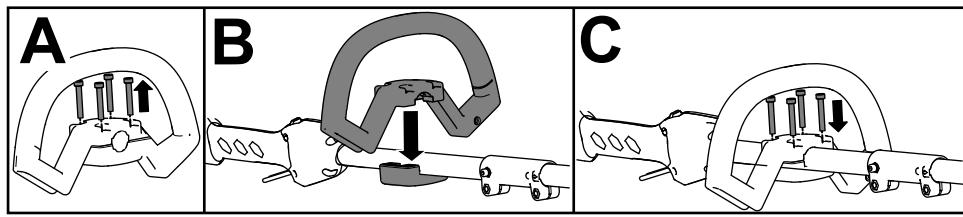

Figure 4
1. Séparez la poignée auxiliaire du support en retirant les 4 vis (A de la Figure 4).
2. Placez la poignée auxiliaire au-dessus de son support sur le manche du coupe-bordures (B de la Figure 4).
3. Fixez la poignée auxiliaire à son support à l'aide des 4 vis retirées précédemment (C de la Figure 4) et de la clé Allen fournie.